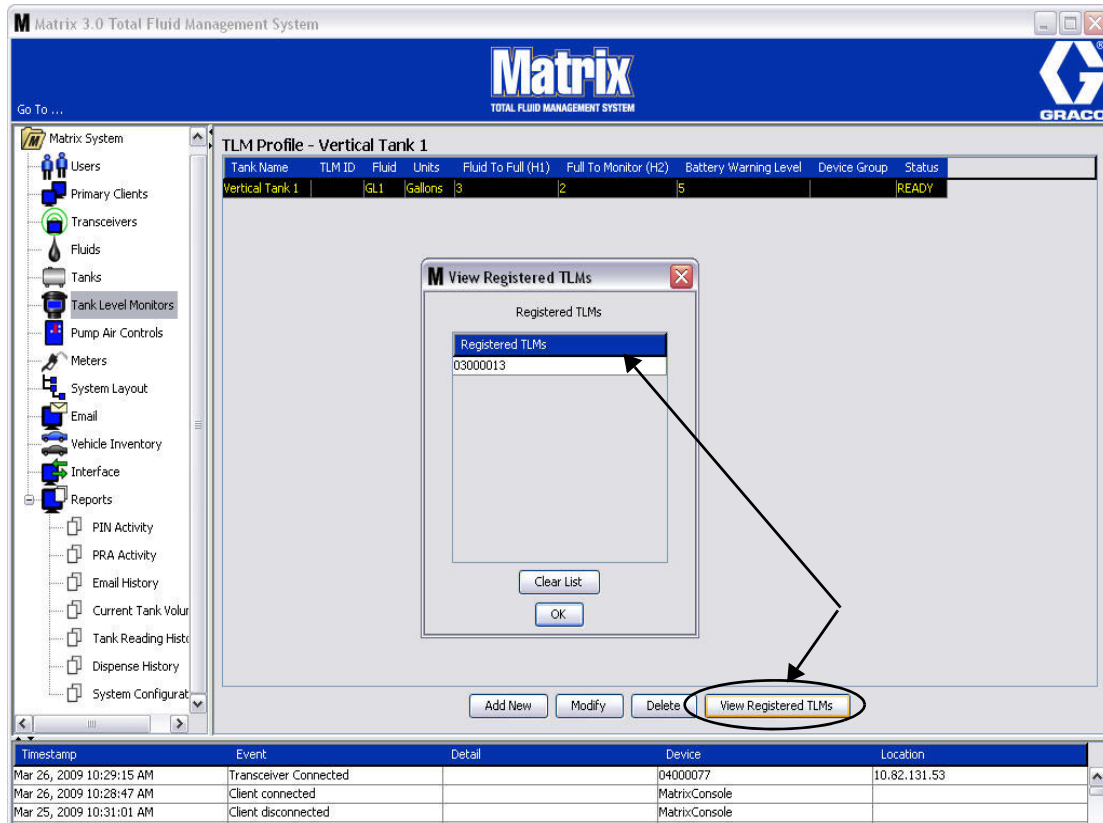

FIG. 110
8. El botón Borrar lista quita todos los TLM registrados del sistema (Fig. 110). Estos TLM tendrán que volver a registrarse en el ordenador para Matrix. Consulte el manual de instrucciones de TLM para obtener las instrucciones completas de registro de TLM.